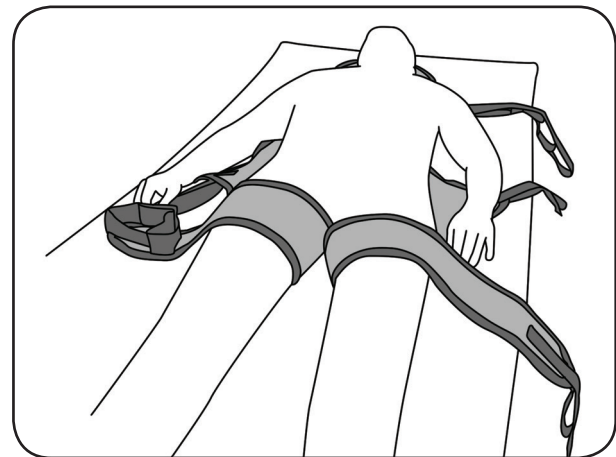

Abb. 8.2.02 – Beinstützen zwischen den Beinen des Patienten positioniert
7. Drehen Sie den Patienten wieder auf den Rücken und ordnen Sie die Beinstützen zwischen den Beinen des Patienten an (Abb. 8.2.02). Achten Sie darauf, dass die Beinschlaufen gleich lang sind. Die Schulterschlaufen liegen jeweils im Bereich der rechten und linken Schulter und die Kopfschlaufen oberhalb.